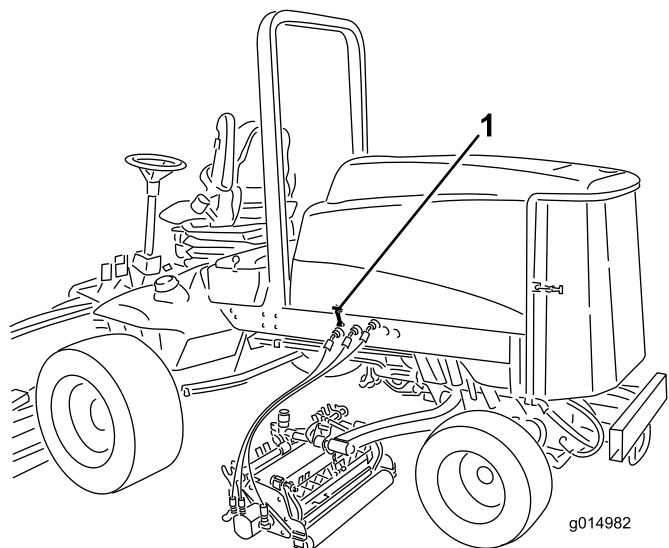

図 46
1. ラッチ (図 46) を外し、フードを回転させて開く。